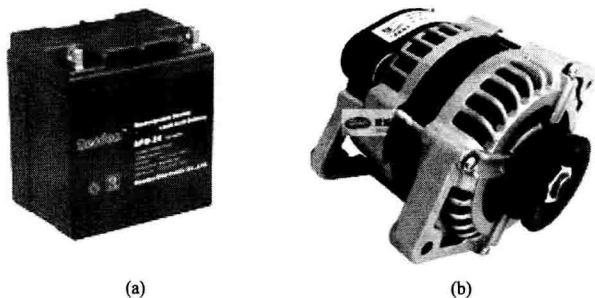

图 1-2 汽车供电设备
供电设备即电源装置。汽车上的电源有两个：①汽车启动时供电的蓄电池，如图 1-2 (a) 所示；②汽车启动后可发电的发电机，如图 1-2 (b) 所示。